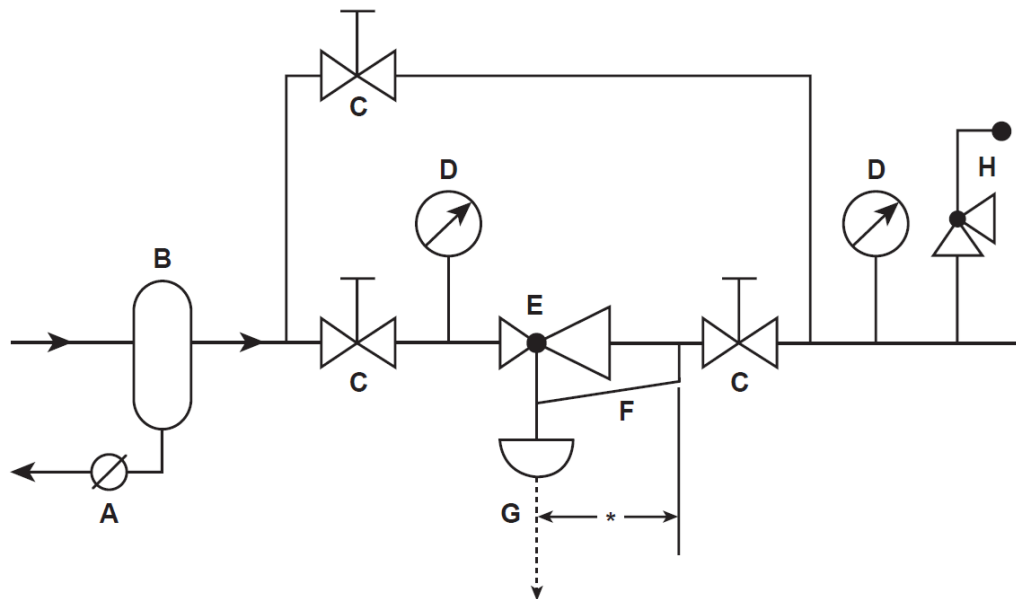

Fig. 4
5.2. Vervangen van het membraan en "O"-ring (Zie fig. 4 en 5)